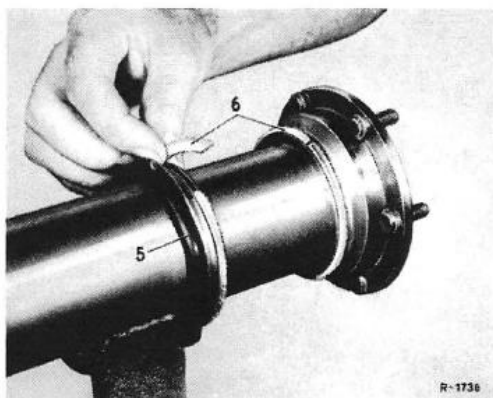

Bild 35–5/12
10 Lagerschalen (3) mit den Ausgleichscheiben (Ringhälften) (4) in den Lagersitz einsetzen und Axialspiel mit entsprechenden Ausgleichscheiben einstellen (Bild 35–5/13), Abmessungen siehe Arb.-Nr. 35–0. Notfalls müssen die Ausgleichscheiben durch Abziehen mit Schmirgelleinwand auf die entsprechende Dicke gebracht werden.